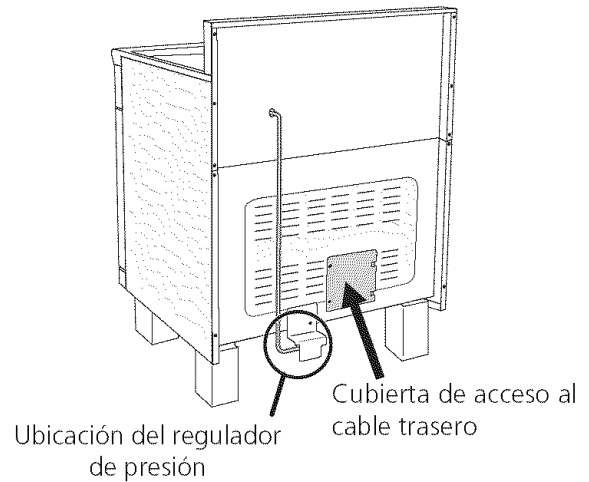

Figura 2
1. Quite los 2 tornillos en el extremo inferior de la cubierta de acceso posterior, después quite la cubierta de acceso al bloque Terminal (vea figura 2)
1. Quite los 2 tornillos en el extremo inferior de la cubierta de acceso posterior, después quite la cubierta de acceso al bloque terminal (vea figura 2)